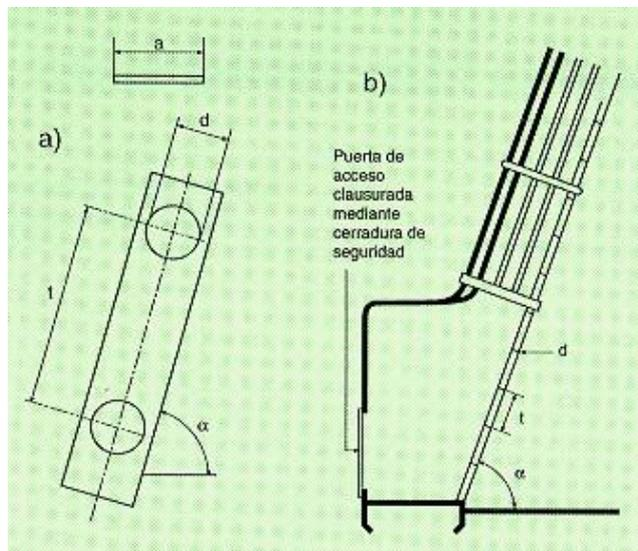

Fig. 1: Escala inclinada
- Escala inclinada: Escala instalada sobre una superficie inclinada casi vertical ($> 75^\circ$) y consta de una serie de escalones permanentemente sujetos a la estructura. (Fig. 1 b)
Escalas inclinadas (Fig. 1 a)
Las escalas que tengan más de seis metros de longitud deberán disponer de una jaula de protección situada a partir de una altura de 2,50 m desde la plataforma o suelo del cual parte y deberán tener un diámetro máximo de 0,60 m. Fig. 1, 2 y 4.
Cuando la escala esté situada sobre estructuras exteriores accesibles al público en general, los últimos siete peldaños deben protegerse del libre acceso al público, por ejemplo instalando una valla de cerramiento con una puerta dotada de cerradura de seguridad, o diseñando la parte inicial de la escala de forma que sea portátil y se instale y utilice sólo cuando sea necesario (Fig. 1).